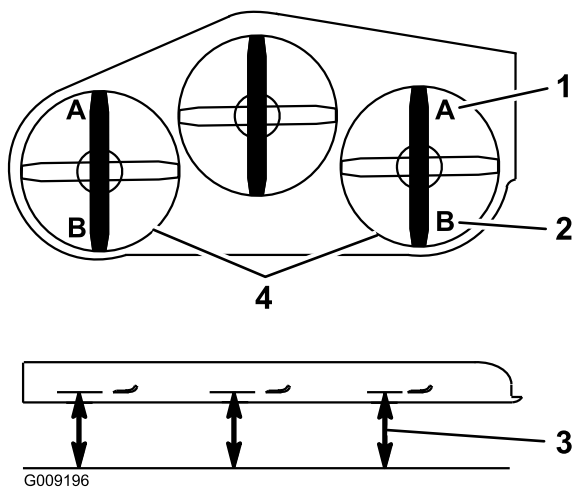

Figure 92
9. De chaque côté du tablier de coupe, mesurez la distance entre la surface plane et la pointe avant de la lame (position A), comme montré à la Figure 92.
15. De chaque côté du tablier de coupe, mesurez la distance entre la surface plane et la pointe arrière de la lame (position B), comme montré à la Figure 92.